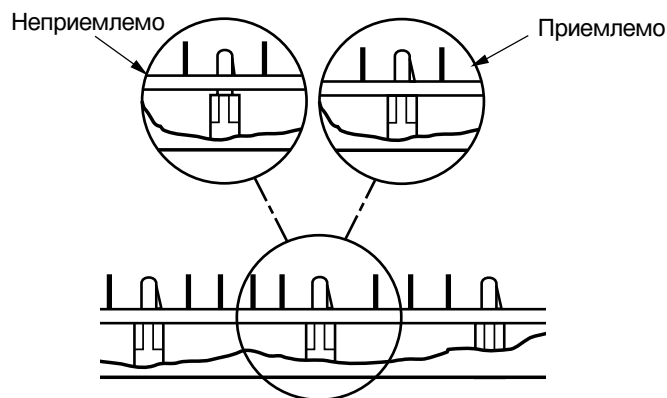

Рис. 31 - Прикрепление печатной платы к контактным столбикам
2. Придерживая узел за кромки печатной платы, нажимайте на него до тех пор, пока все пять контактных столбиков, находящихся на основах печатных плат, не встанут на место на пружинные защелки. Чтобы убедиться в том, что это произошло, потяните узел вверх (см. Рис. 31).